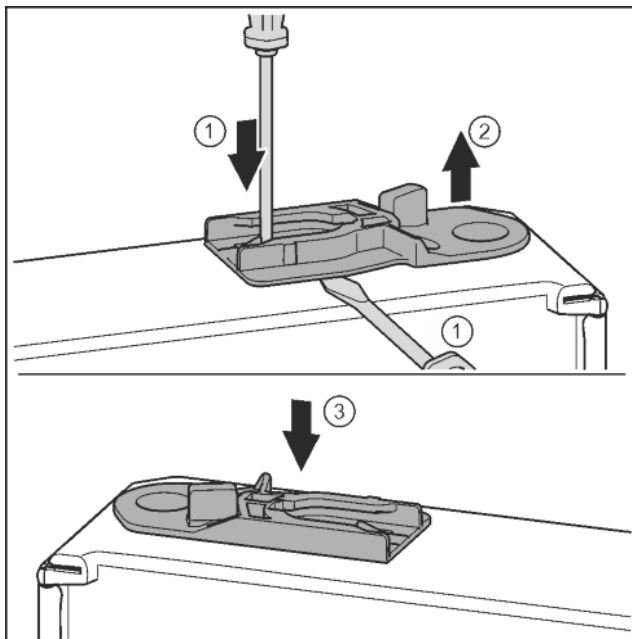

Fig. 31
- ▶ Vytáhněte vodící pouzdro: Stiskněte jazýček šroubovákem a současně plochým šroubovákem zajedte pod vodící pouzdro. *Fig. 31 (1, 2)*
- ▶ Vodící pouzdro přiložené v příslušenství zasuňte na druhé straně pláště. *Fig. 31 (3)*